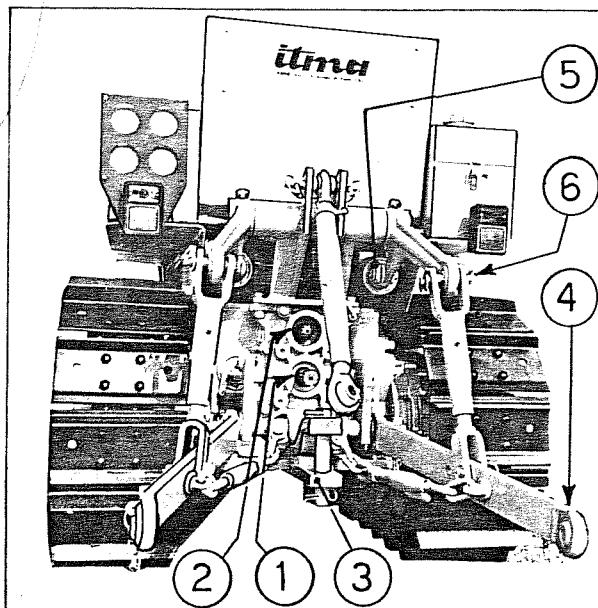

fig. 5
La presa di forza normale (1 fig.5) ruota in senso orario a: 632 giri/1', con motore a regime di potenza max.
La presa di forza veloce (2 fig.5) ruota in senso antiorario alla stessa velocità del motore e serve per applicazioni speciali richiedenti una elevata velocità.
Per il traino degli attrezzi è prevista una barra di traino a forcella (3 fig.5) impennata anteriormente sotto il corpo trattore e sostenuta posteriormente da una traversa . La barra di traino è libera di ruotare sulla traversa in senso orizzontale ,per adattarsi alle condizioni d'attacco degli attrezzi. Può essere fissata nella posizione voluta , mediante apposita spina in dotazione.
- due martinetti per il sollevamento dei bracci (5 fig.5), del tipo a semplice effetto.
- un dispositivo per l'attacco degli attrezzi (4 fig.5) del tipo A tre punti ( a richiesta ) .
Lo sforzo massimo sollevabile all'estremità dei bracci del sollevatore (6fig.5) in senso verticale è di Kg. 2100
Lo sforzo massimo sollevabile all'estremità dei bracci dell'attacco a tre punti (4 fig. 5) in senso verticale è di Kg. 1120